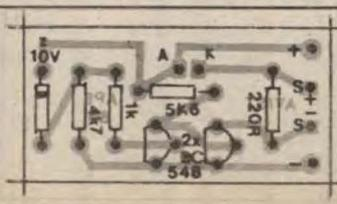

Fig. 3
- FIG. 3 - *CHAPEADO DA MONTAGEM* - Como é costume aqui em *APE*, o diagrama mostra o lado dos componentes (face não cobreada do impresso...), ainda em tamanho natural